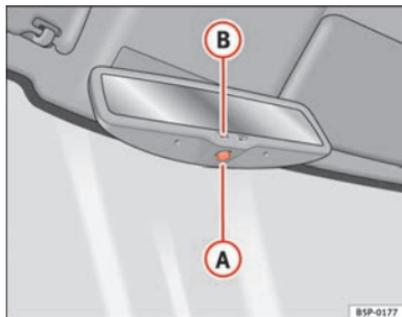

Fig. 89 Retrovisor interior com regulação automática para posição de anti-encandeamento.
- Premir o botão **A** ⇒ fig. 89. O aviso de controlo **B** apaga-se.
- Premir o botão **A** ⇒ fig. 89. O aviso de controlo acende-se.